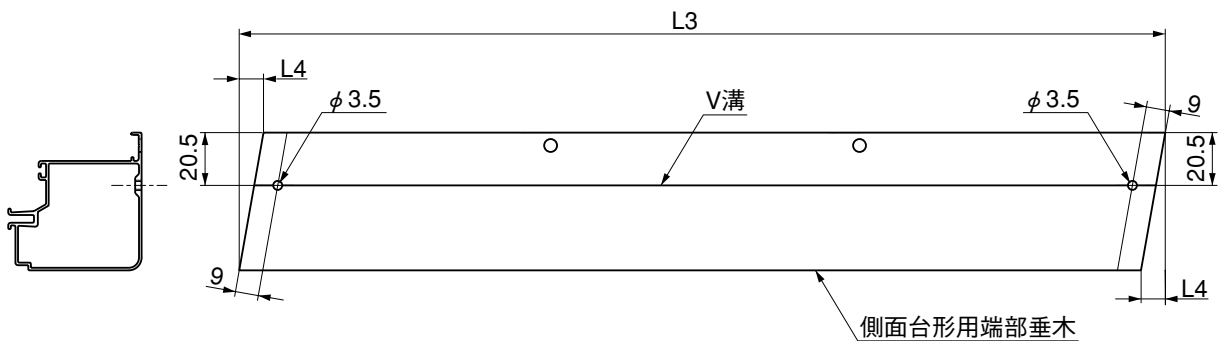

図4-1 端部垂木加工図
②図4-1と表4-2にしたがって、側面台形用端部垂木を切断してください。
③図4-1にしたがって、側面台形用端部垂木にφ3.5の穴をあけてください。